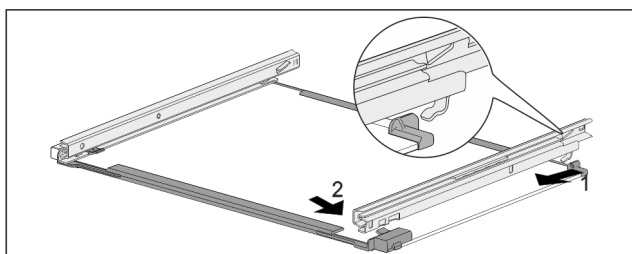

Fig. 134 Steklena plošča z vodili
- ▶ Vodilo obesite na kavelj na zadnji strani. Fig. 134 (1)
- ▶ Vodilo zaskočite na sprednji strani. Fig. 134 (2)